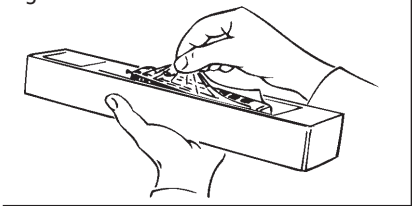

Fig. 2
**Aufrüstung:** Sie können für Ihren Fahrbetrieb unter verschiedenen Kupplungen wählen (Fig. 2). Wir empfehlen den Einsatz der ROCO-Kurzkupplung. Im beigelegten Zurüstbeutel finden Sie auch kleine vorbildgetreue Steckteile für eine erweiterte Aufrüstung Ihres Modells (Fig. 2), die Sie bitte **vorsichtig montieren. Achtung!** Kleben nur mit ausdrücklichem Hinweis.
**Fittings:** Operation is possible with different couplings (fig. 2). We recommend using the ROCO close coupling. In the enclosed accessory bag you will find small kits to be fitted on your model. Please **mount them cautiously**.
**Les attelages:** En vue d'une exploitation pratique sur votre réseau vous pouvez choisir parmi plusieurs types d'attelages conformes aux différents systèmes d'attelage pratiqués en H0 (voir fig. 2). Nous vous recommandons l'emploi de **l'attelage court ROCO**. Le sachet joint comprend entre autres des petites pièces de finition conformes à la réalité et **à rapporter avec précaution** par le modéliste (fig. 2), si désiré. **Attention:** N'utilisez de la colle qu'aux endroits expressément indiqués aux dessins!